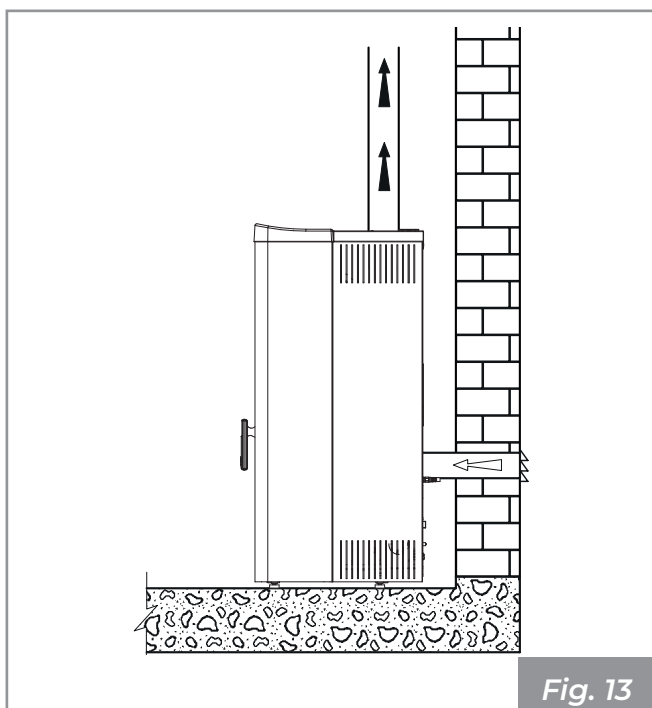

Fig. 13
- collegare l'ingresso dell'aria comburente dell'apparecchio alla presa d'aria con un apposito condotto (**Fig. 13**).